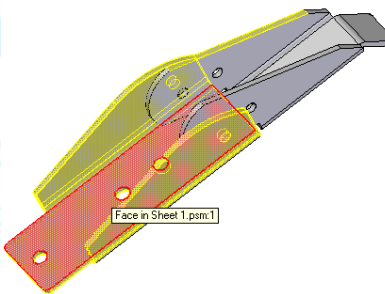
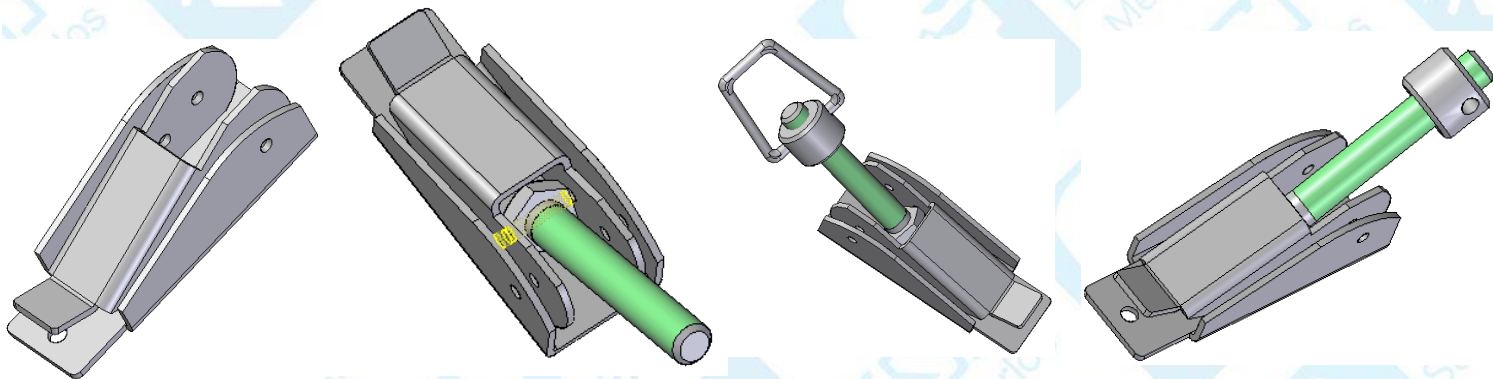

Figura 13
Figura 14
- Arraste a peça **Sheet 5** para a área de trabalho. Crie uma relação **Mate** entre os planos indicados na *Figura 13*. No campo **Angle Value**, digite o valor 180° e o resultado deve ser semelhante ao da *Figura 14*.